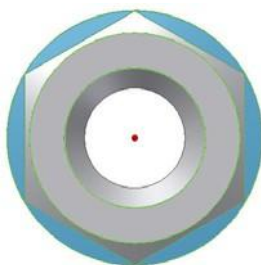

Рисунок 6.5 – Выдавливание области
- Затем выберите команду **Выдавливание** и вычтите полученную область, выбрав в поле **Ограничение** опцию **Все** (рис. 6.5).